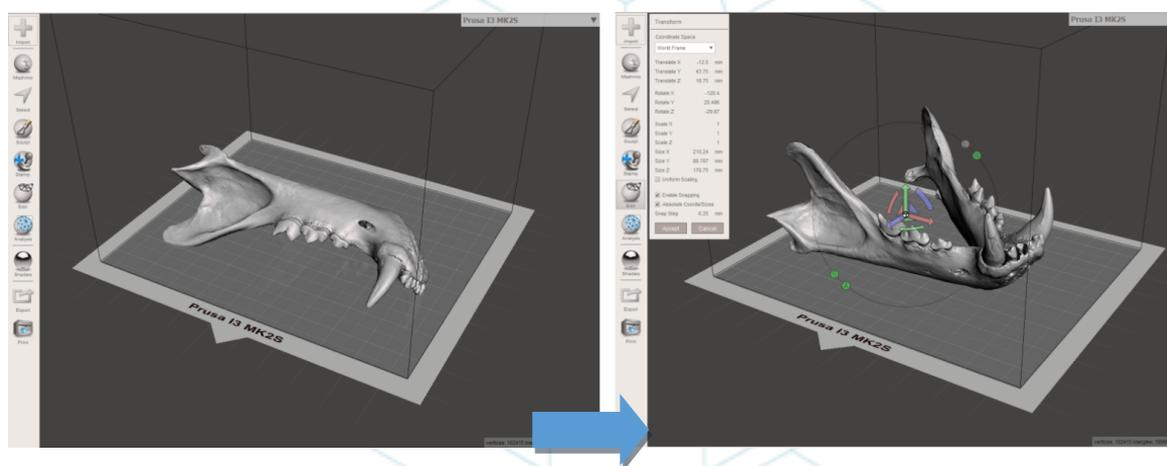

Figura 13 Posizionamento del modello con Meshmixer [29]
- [29] Figura 13: Posizionamento del modello con Meshmixer. Fonte: CETEM